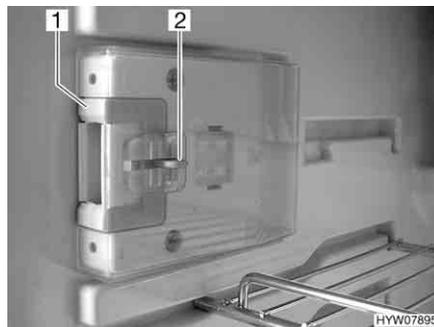
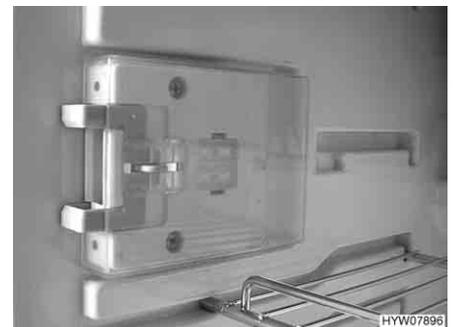

Fig. 227 Dispositivo de fecho em posição normal
Fig. 228 Dispositivo de fecho em posição de arejamento
■ Empurre para dentro o dispositivo de destrava (Fig. 227,2).
■ Desloque o dispositivo de fecho (Fig. 227,1) para a frente (Fig. 228).